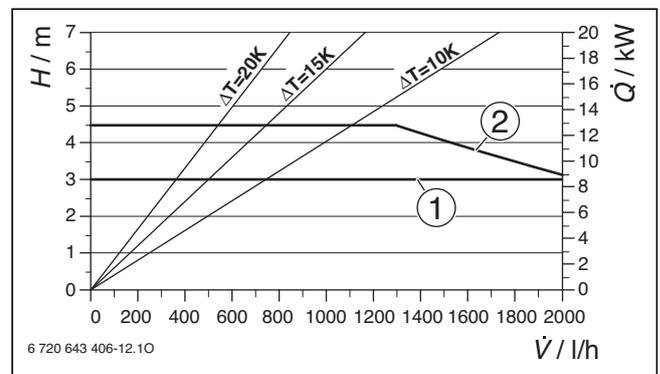

Bild 83 Pumpenkennlinien
**Legende zu Bild 83 und 84:**